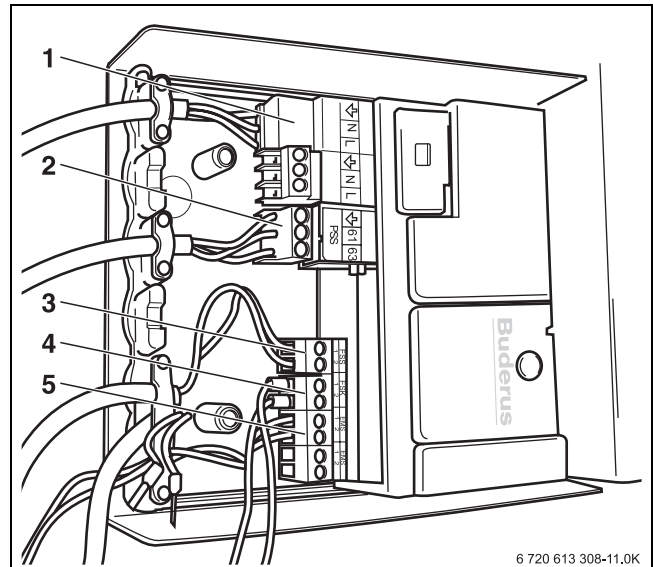

Bild 26 Solarmodul SM10
- Brennerseitiges Netzkabel aus der Schutzkapsel (1) nehmen und im Solarmodul auf den Steckplatz 1 (→ Bild 26, 1; Netzspannung 230 V) einstecken.
- EMS-Stecker aus der Schutzkapsel nehmen und im Solarmodul SM10 auf Steckplatz **EMS** (→ Bild 26, 5; EMS BUS-Anschluss) einstecken.
- Beiliegender Fühler Kollektor am Solarkollektor (ohne Bild) montieren und im Solarmodul SM10 auf Steckplatz **FSK** (→ Bild 26, 4; FSK Fühler Kollektor) anschließen.
- Temperaturfühler (1) in der Aussparung der Isolierung am Warmwasserspeicher montieren und das Fühlerkabel (2) im dafür vorbereiteten Kabelschacht verlegen.
- Kabel des Temperaturfühlers im Solarmodul SM10 auf **FSS** montieren (→ Bild 26, 3, Seite 30)
- Kabel für die Umwälzpumpe der Solargruppe im Solarmodul SM10 auf Steckplatz **PSS** montieren (→ Bild 26, 2, Seite 30).